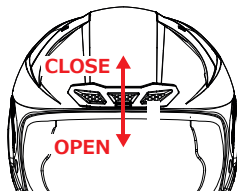

図 4
フロントエアインテーク - B - 図 4
- 図 4: 中央のカーソルを上側にスライドさせてエアインテークを閉じます。カーソルを下側にスライドさせてエアインテークを開きます。